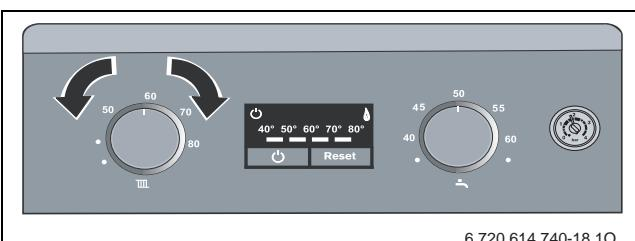

Рис. 26
- Установить регулятор температуры горячей воды в среднее положение (→ рис. 26).